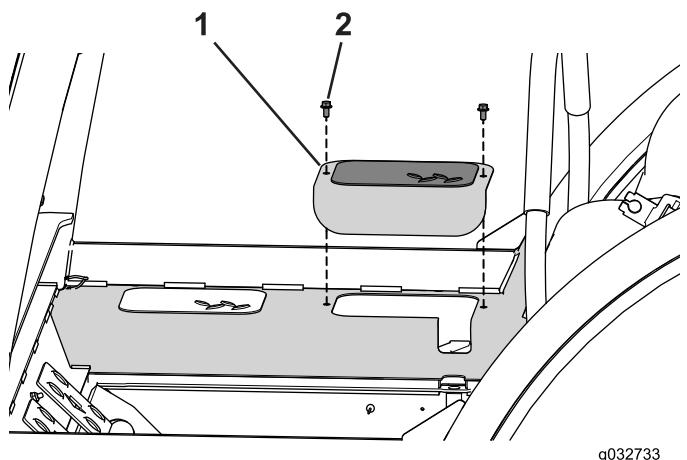

Рисунок 112
- Выверните два болта (по одному с каждой стороны машины), крепящих крышку доступа (Рисунок 112).